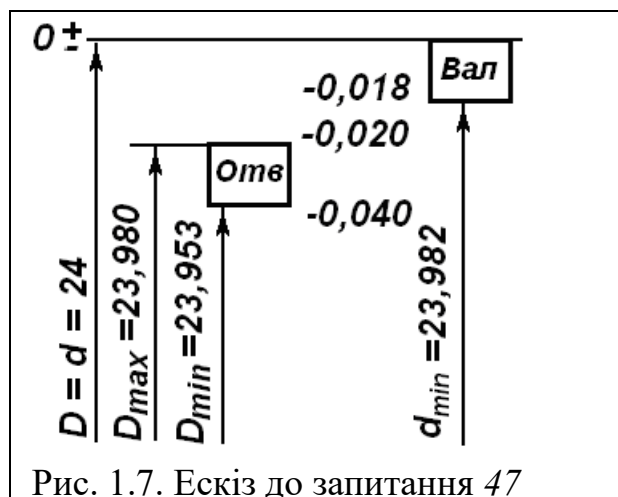

Рис. 1.7. Ескіз до запитання 47
47. У наведеній схемі полів допусків отвору та вала (рис. 1.7) знайти граничні значення зазорів $S_{\max}$ і $S_{\min}$, або натягів $N_{\max}$ і $N_{\min}$ та допуск посадки ТП.